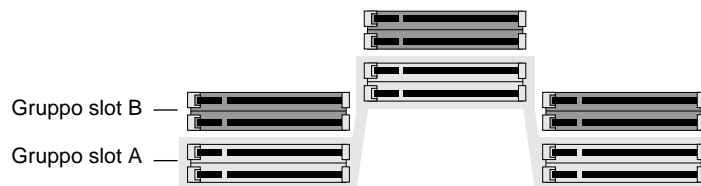

Figura 3-2 Individuazione dei gruppi di slot per i moduli DIMM
5. Individuare i gruppi di slot per i moduli DIMM, come illustrato nella Figura 3-2. I gruppi di slot A e B sono distribuiti su tre file verticali, con due slot in ogni fila.